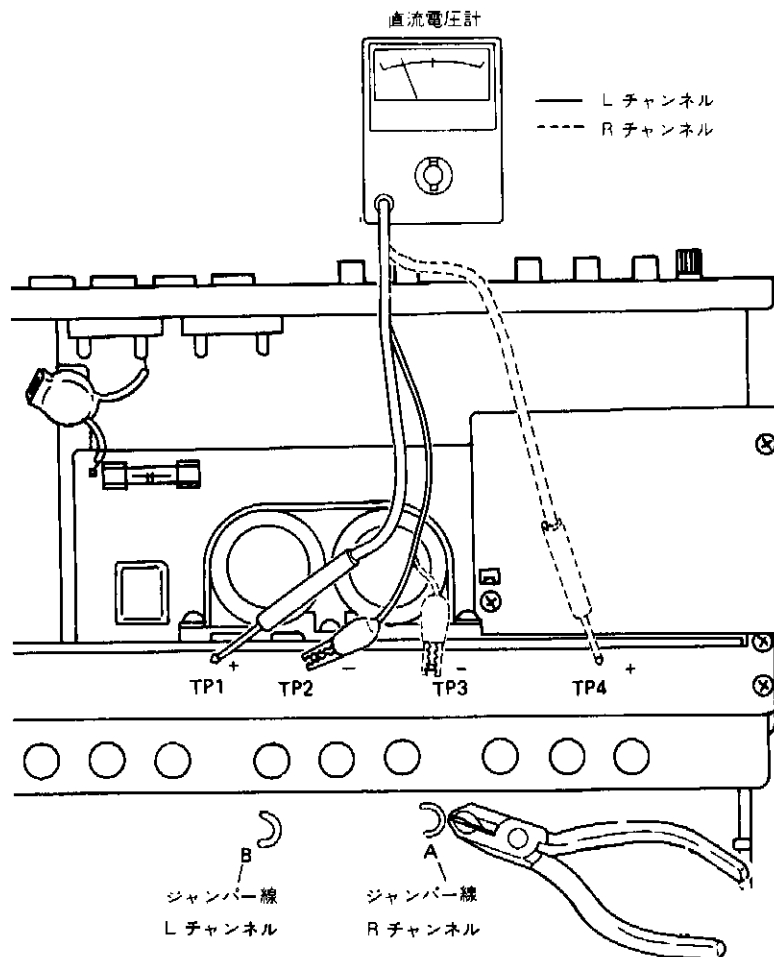

図 8
3. 直流電圧計を図8のように接続します。
4. POWER スイッチをONして10分後、直流電圧計が10～70mVの範囲内を指示しているか確認します。もし10mV以下を指示しているときは、ジャンパー線④(Rチャンネル)または⑬(Lチャンネル)を切ります。